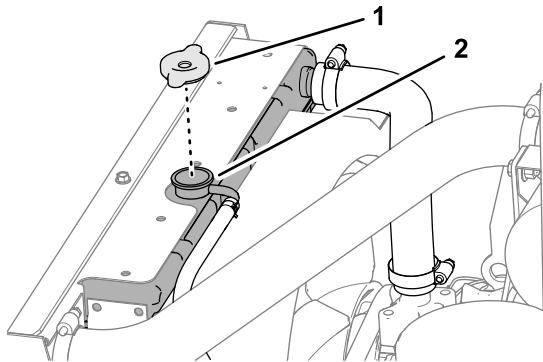

Figura 6
1. Rimuovete il tappo del radiatore dal bocchettone di riempimento del radiatore stesso (Figura 6).